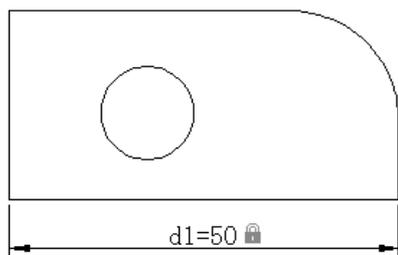

图 15.3.3 修改尺寸
Step4. 修改尺寸值。双击图 15.3.2b 所示的尺寸，然后在激活的尺寸文本框中输入数值 50 并按下 Enter 键，结果如图 15.3.3 所示。